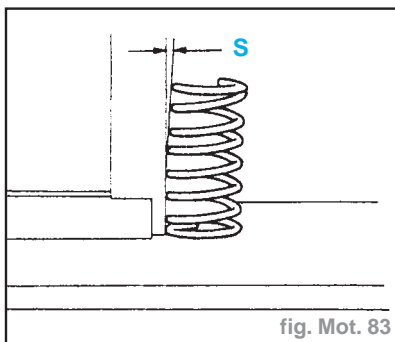

fig. Mot. 83
- Contrôler l'équerrage du ressort de soupape sur une plaque d'acier lisse, avec une équerre en acier (fig. Mot. 83).